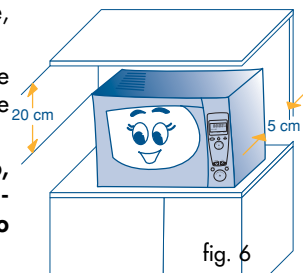

fig. 6
- Después de haber extraído el horno del embalaje, retire la protección del plato giratorio (H), del soporte correspondiente (I) y de todos los demás accesorios. Compruebe que el perno del plato giratorio (D) esté colocado correctamente en su sede correspondiente que se encuentra en el centro del plato giratorio.
- Después de haber colocado el aparato sobre la superficie de trabajo, compruebe que queda un espacio de al menos 5 cm. entre la superficie del aparato, las paredes laterales y la parte posterior y, un espacio libre de unos 20 cm. encima del horno. (fig. 6)